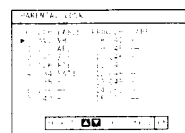

Fig. 26.
- 3 Select «Parental Lock» with Δ or ∇ and press OK. The «PARENTAL LOCK» menu appears. (See Fig. 26.)